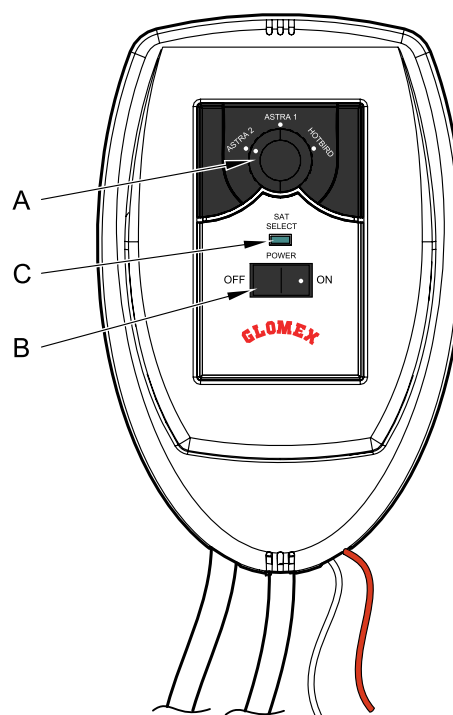

Fig. 25
5. Encienda la unidad de control (coloque la tecla (B), **Fig. 25**, en ON).